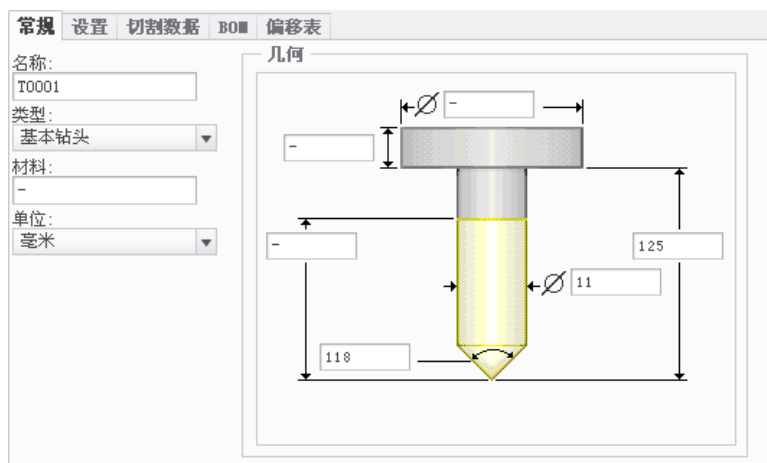

图 4.1.27 设定刀具一般参数
Step3. 在弹出的“刀具设定”对话框的 **常规** 选项卡中设置图 4.1.27 所示的刀具参数, 设置完毕后依次单击 **应用** 和 **确定** 按钮, 返回到“钻孔”操控板。